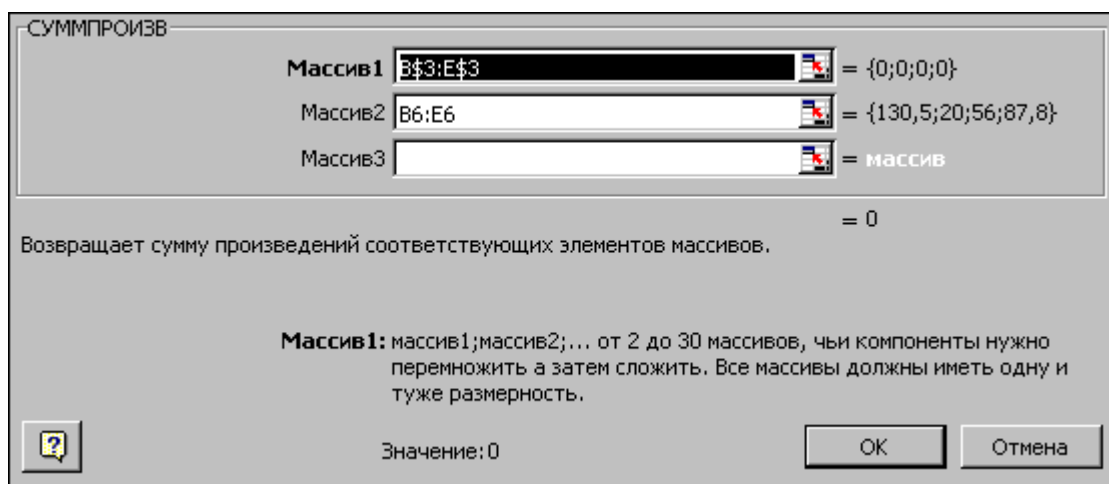

Рис. 1.3. Ввод формулы для расчета ЦФ в окно «**Мастер функций**»
- в появившемся окне «**СУММПРОИЗВ**» в строку «**Массив 1**» введите выражение **B\$3:E\$3**, а в строку «**Массив 2**» – выражение **B6:E6** (рис.1.3);
- после ввода ячеек в строки «**Массив 1**» и «**Массив 2**» в окне «**СУММПРОИЗВ**» появятся числовые значения введенных массивов (см. рис. 1.3), а в экранной форме в ячейке **F6** появится текущее значение, вычисленное по введенной формуле, то есть 0 (так как в момент ввода формулы значения переменных задачи нулевые).